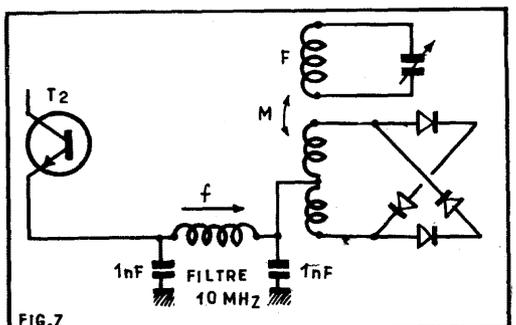

FIG. 7
C) Pour assurer la liaison entre l'oscillateur variable et le modulateur une cellule en « pi » constituant un filtre passe-bas a été intercalée. Son rôle est de laisser passer la fréquence  $f$  en interdisant le passage de ses harmoniques vers le modulateur. Inversement elle empêche les résidus de battement en provenance du modulateur de perturber l'oscillateur variable : voir figure 7.